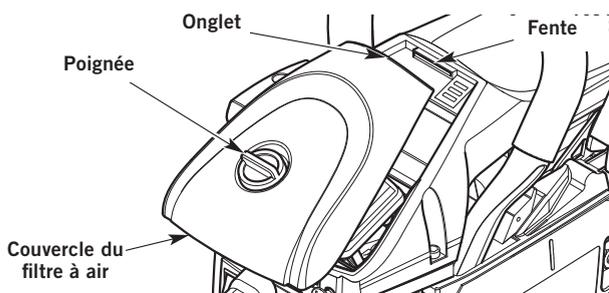

Fig. 41
1. Tournez la poignée sur le couvercle du filtre à air dans le sens contraire des aiguilles d'une montre pour desserrer le couvercle (Fig. 41).
2. Retirez le couvercle du filtre à air (Fig. 41).
6. Remettez le couvercle du filtre à air en place. Insérez l'onglet du couvercle du filtre à air dans la fente du bâti de la scie à chaîne (Fig. 41).
2. Tournez la poignée du couvercle du filtre à air dans le sens contraire des aiguilles d'une montre pour desserrer le couvercle (Fig. 41).
3. Retirez le couvercle du filtre à air (Fig. 41).
10. Remettez le couvercle du filtre à air en place. Insérez l'onglet du couvercle du filtre à air dans la fente du bâti de la scie à chaîne (Fig. 41).